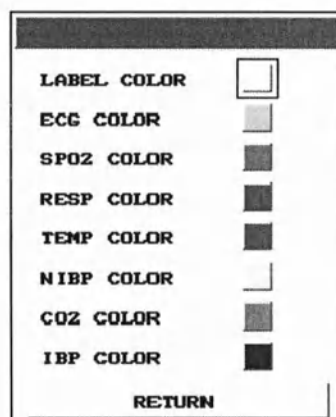

Рис. 10. Установка цвета параметров
- **Выбор цвета (SET COLOR):** в данном подразделе пользователь может изменить цвет выводимых на дисплей данных и кривых в соответствии с различными требованиями, рис. 10.